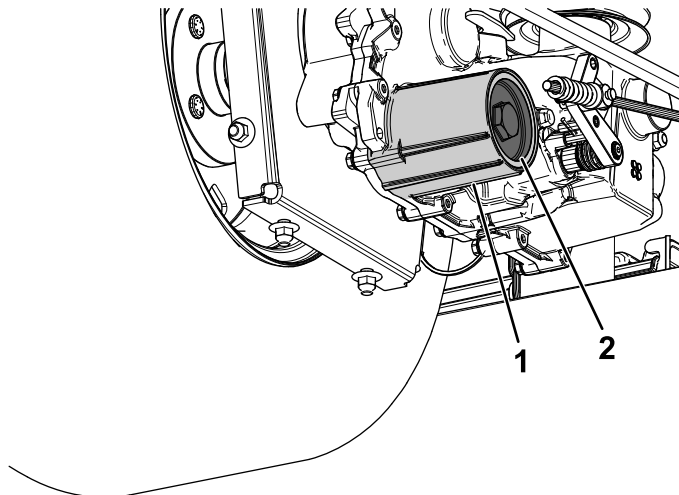

Figure 74
7. Déposez le couvercle du filtre à huile hydraulique de la boîte-pont pour vidanger le liquide (Figure 74).